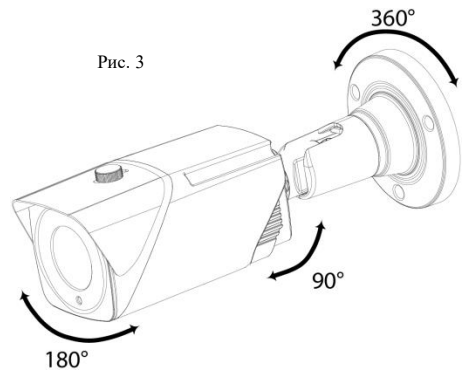

Рис. 3
9. Отпозиционируйте камеру для настройки желаемой зоны просмотра, поворачивая его в любом направлении (рис.3). Винт 1, 3 и 4 (находится на обратной стороне) отвечают за поворот камеры вокруг своей оси, 2 - по вертикали (рис.3).